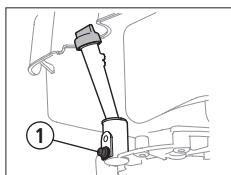

Fig. 15
2. Remova o parafuso de drenagem (1), [Fig. 15] e deixe que o óleo escorra, recolhendo-o numa bandeja adequada [Fig. 16].
3. Recoloque o parafuso de drenagem (1) e feche bem [Fig. 15].